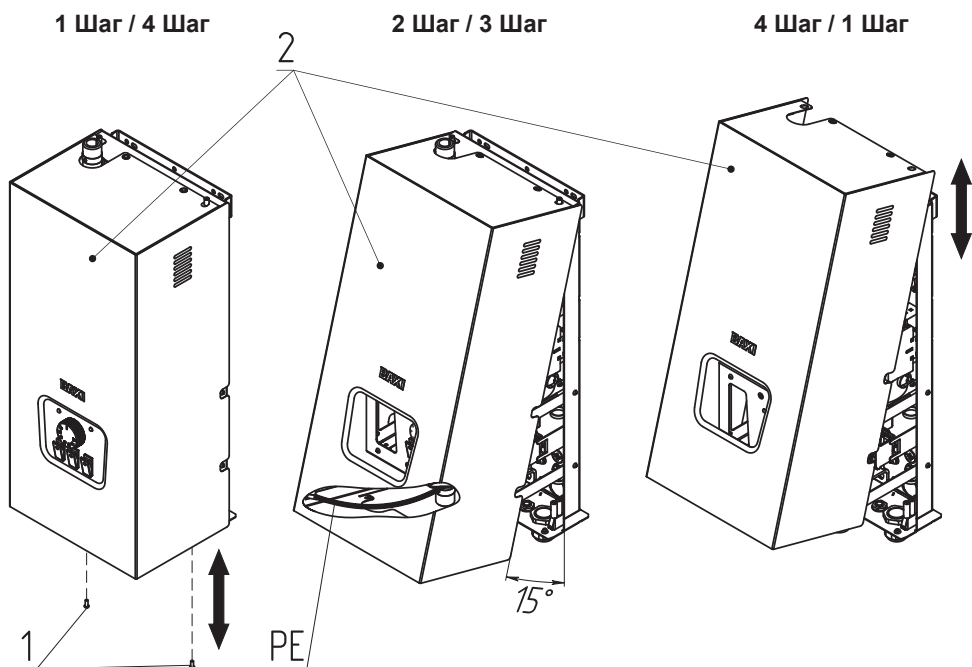

Рис. 6 Снятие кожуха
- 1 Шаг Выкрутить два винта крепления кожуха (**Рис. 6, поз.1**) в нижней части котла;
- 2 Шаг Выдвинуть на себя нижнюю часть кожуха (**Рис. 6, поз.2**) в соответствии с **Рис. 6**;
- 4 Шаг Поднять кожух (**Рис. 6, поз.2**) вертикально в верх пока крепления не выйдут из зацепления.
- 1 Шаг Перед установкой кожуха (**Рис. 6, поз.2**) необходимо подключить провод заземления (**РЕ**) к соответствующему контакту на кожухе;
- 2 Шаг Надеть кожух котла (**Рис. 6, поз.2**) на зацепы в верхней части котла в соответствии с **Рис. 6**;
- 4 Шаг Закрутить винты (**Рис. 6, поз.1**) в нижней части котла зафиксировав кожух.